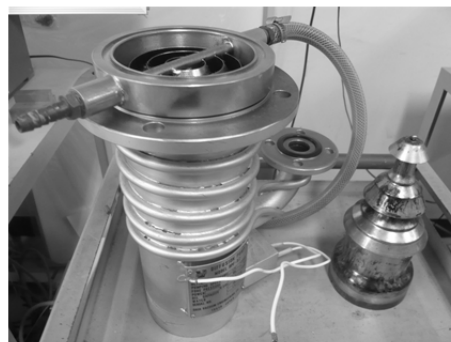

図 3 油拡散ポンプ(水冷型)
(2) **油拡散ポンプ** 主排気をおこなう高真空領域で使用する油拡散ポンプはヒーターにより加熱された油蒸気のジェット流で気体分子を排気し、高温の油蒸気は空冷された本体の内壁で冷却還流される。図 3 に示す油拡散ポンプ(水冷型)を分解したものを利用して構造、排気原理を説明している。油拡散ポンプは補助ポンプが必要であり大気圧から排気できないのでベルジャー内の大気圧からの排気にはバイパスバルブ経由の油回転ポンプによる粗引きが必要となる。油拡散ポンプは従来水冷型を使用していたが、省エネの観点から空冷型に変更した。